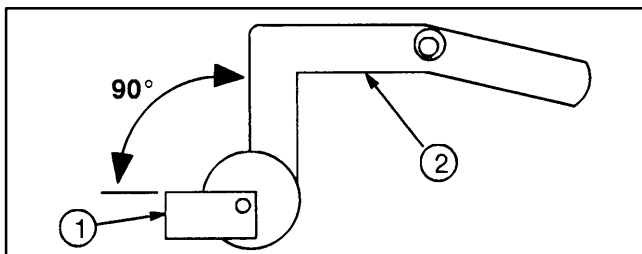

Abbildung 27
**WICHTIG:** Die Befestigung an der Mitläuferlaufscheibe muß 80° bis 90° zum Mitläufer – Befestigungsprofil montiert werden (Abb. 27). Andernfalls kann sich der Aufsitzmäher eventuell beim Durchdrücken der Kupplung leicht bewegen.